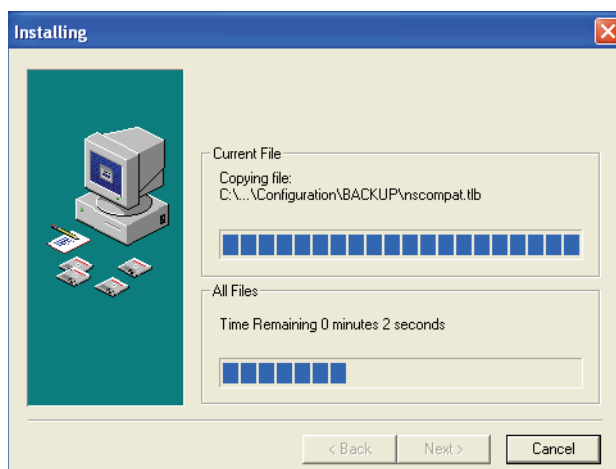

figura 8.5: Instalación del software
- 5 Siga las instrucciones de la ventana y a continuación haga clic en [Next]. El software comenzará a instalarse (véase figura 8.5).